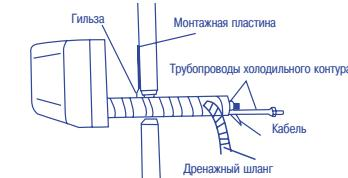

Рис. 11
2) Соберите кабель, дренажный шланг, трубопроводы в жгут и оберните его белой липкой лентой. Аккуратно согните трубопроводы и осторожно проденьте жгут через отверстие в стене (рис. 11).